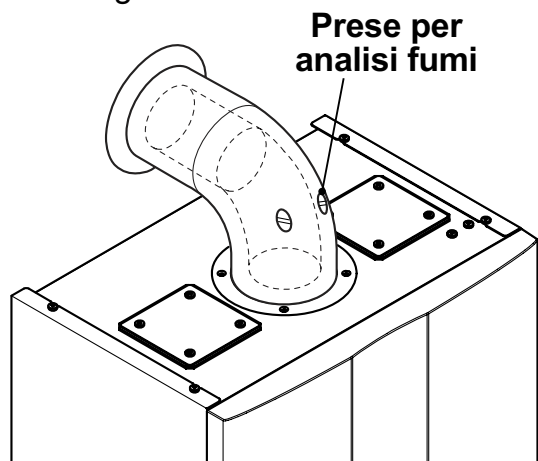

Figura 9.10
- Collegare un analizzatore fumi alle prese di analisi fumi poste sugli scarichi fumi della caldaia Figura 9.10 .
- Verificare la combustione della caldaia utilizzando le prese posizionate sui tubi fumo (Figura 9.10) e confrontare i dati misurati con i seguenti.